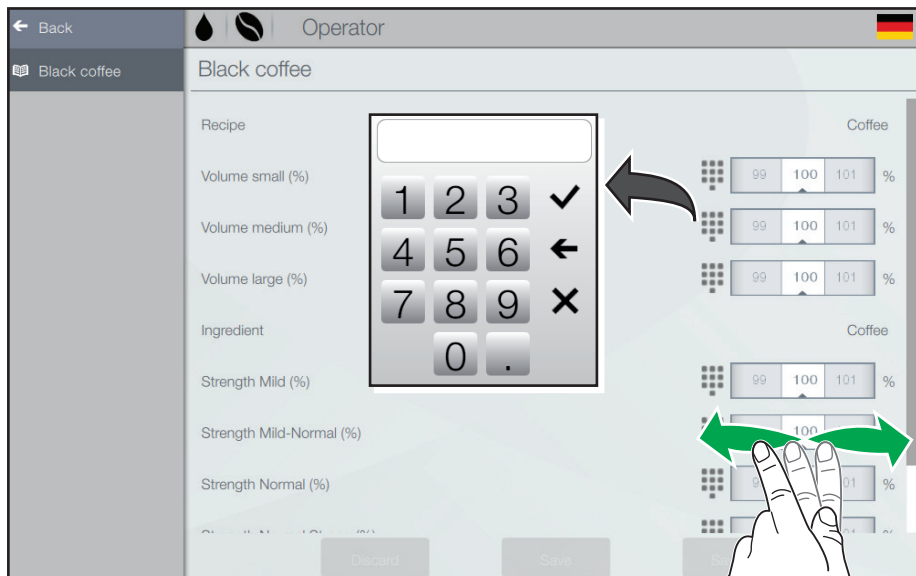

Abb. 6.9- Rezepteditor (Volumen / Stärke)
- Geben Sie die gewünschten Werte mit dem Zahlenblock oder dem Wertepicker ein (Abb. 6.9).